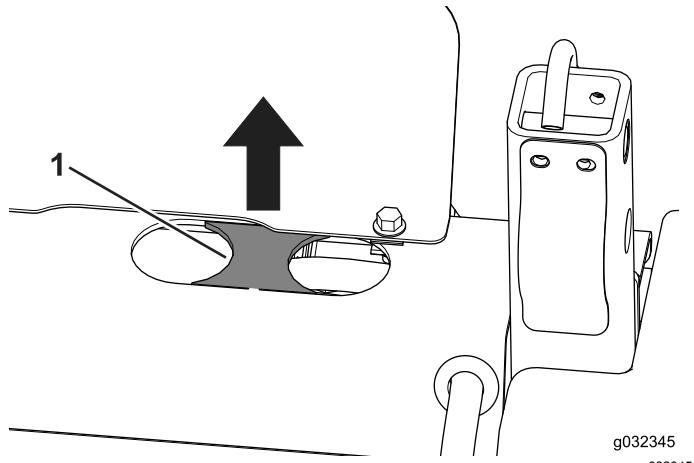

図 15
2. ふたつの穴の間に打ち抜き部がある場合にはこれを打ち抜く図15。